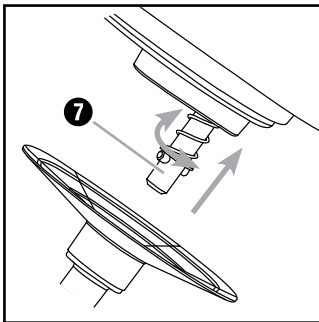

Abb. 1 Montage der Einsätze
- 1) Drücken Sie die Entriegelungstaste ② . Der Schwenkarm ① bewegt sich nach oben.
- 2) Setzen Sie die Rührschüssel ⑥ so ein, dass die Arretierungen an der Rührschüssel ⑥ in die Aussparung am Sockel ⑤ greifen. Drehen Sie die Rührschüssel ⑥ im Uhrzeigersinn (siehe Symbole  und  am Sockel ⑤), so dass diese verriegelt ist und fest sitzt.
- 4) Montieren Sie je nach Aufgabe Kneithaken **10**, Schneebesen **11** oder Flachrührer **12** auf der Antriebsachse **7** (Abb. 1):